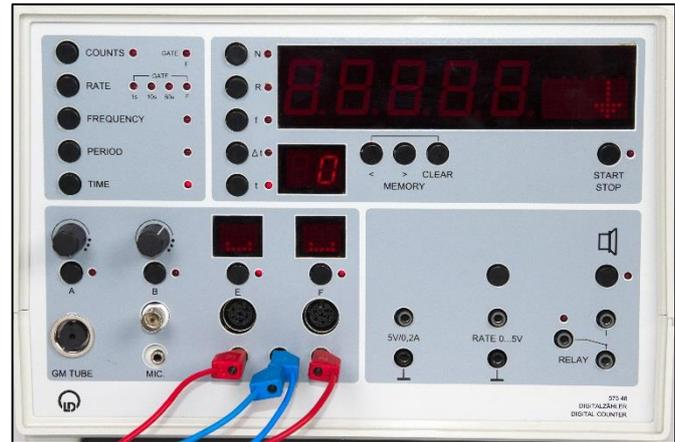

Fig. 12: Digitalzähler bereit zur Messwertaufnahme.
- „TIME“ (Feld oben links) drücken, um die Messung auf „t“ zu stellen. Dann fünf Mal auf „E“ (Feld unten links) drücken, um den Eingang „E“ auf t zu stellen. Weitere zwei Mal auf „F“ (ebenfalls unten links) drücken, um den Eingang „F“ ebenfalls auf t zu stellen (siehe Fig. 12).
- Auf dem Digitalzähler die Knöpfe „START/STOP“ und „→0←“ (beide im Feld oben rechts) drücken, um eventuell laufende Messungen anzuhalten und die Anzeigen zu löschen (siehe Fig. 12).
- Vor Beginn vor und nach jeder weiteren Messung den Knopf „START/STOP“ drücken, um die Messung zu starten bzw. anzuhalten (siehe Fig. 12).